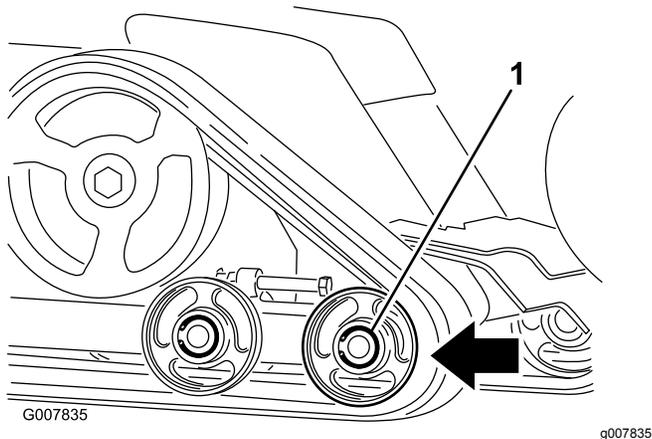

図 46
6. 前ロードホイールを機体後方に向けて押して一杯まで移動させる 図 46。
8. ロードホイールからベルトが外れたら、機体から取り出す 図 46。
9. 駆動スプロケットからスタートして、新しいクローラをスプロケットに巻きつけるようにして取り付けるクローラについている爪がスプロケットの溝にはまるように取り付けること 図 46。
10. 後ロードホイールと中央ロードホイールの下と間にクローラを押し込むようにして取り付ける 図 46。